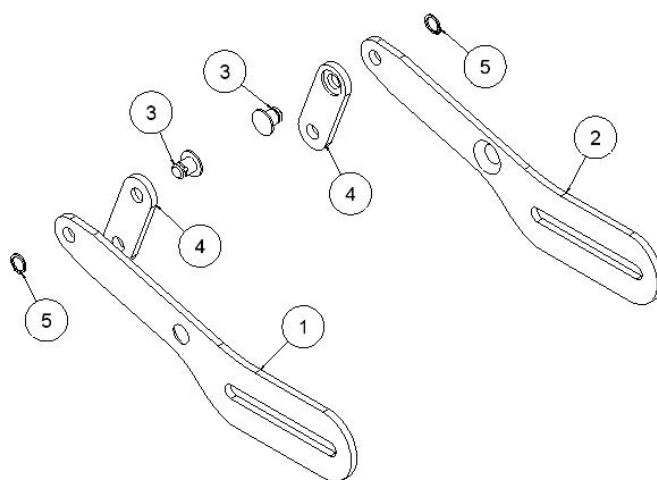

Figure. 1
L'ensemble tireur est formé par le tireur et de la came. Chacun des deux tireurs (1 et 2) doit être relié à une came (4) avec l'articulation (3). Afin de le fixer, on utilisera un anneau de sûreté DIN 471 M8 x 0,8 (5). Tel qu'il est indiqué dans la figure 1, les comes doivent être placées sur le côté interne du tireur (celui qui porte le noyau).